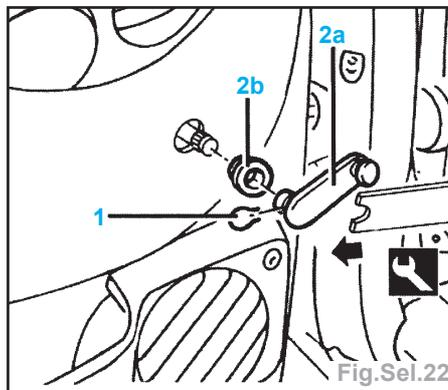

Fig.Sel.22
- la manivelle de lève-glace (suivant la version) (Fig.Sel.22),